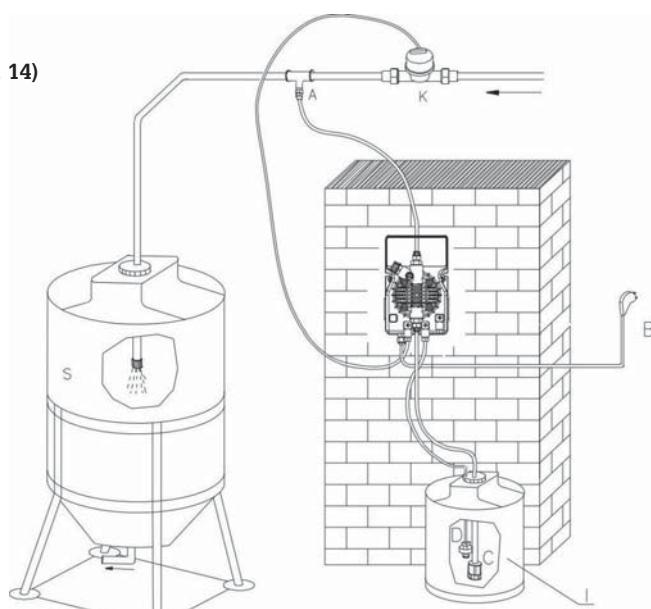

Fig. 14
6.2 - ESQUEMA TIPICO DE INSTALACION (Fig. 14)